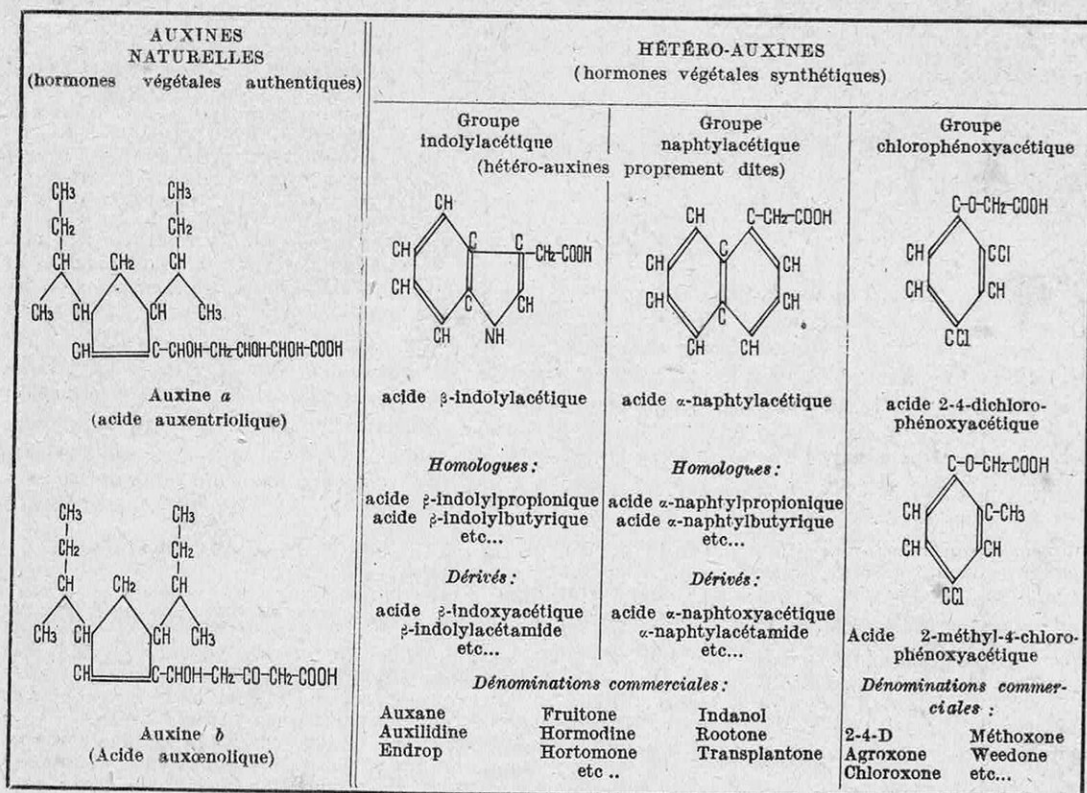

FIG. 1. — LES PRINCIPALES HORMONES VÉGÉTALES ET LEUR CONSTITUTION CHIMIQUE
fois de l'huile brute de maïs, mais on les a ensuite isolées de nombreux autres produits végétaux, ainsi que de moisissures et de levures. On connaît une auxine a et une auxine b, qui ont été identifiées respectivement avec l'acide auxantrolique et avec l'acide auxanoloïque (fig. 1). Le premier est un acide-tri-alcool, le second un acide-cétone-alcool, renfermant tous deux un cycle pentagonal et possédant au total 18 atomes de carbone.
(1) Voir *Science et Vie*, n° 320, avril 1944, p. 142, figure 1.
L'hétéro-auxine n'est en effet autre que l'acide β -indolylacétique (fig. 1), corps bien connu et apparenté au *tryptophane* (un des principaux acides aminés). C'est donc de ce côté, plutôt que de celui des auxines authentiques, que se sont orientées les recherches en vue d'une application pratique des auxines à la stimulation végétale.
En Angleterre, ce sont les chercheurs des Imperial Chemical Industries, en liaison avec ceux de la station de recherches agricoles de Jealott's Hill, qui ont préparé en 1940 l'acide 2-méthyl-4-chlorophénoxyacétique ou « méthoxone », et établi ses extraordinaires propriétés stimulantes. En Amérique, c'est à Franklin D. Jones que revient le mérite d'avoir découvert les propriétés auxiniques de l'acide 2-4-dichlorophénoxyacétique, dit par abréviation « 2-4-D », dont la synthèse venait d'être réalisée en 1941 par Pokorny. La comparaison de leurs formules montre clairement la parenté chimique qui unit méthoxone et 2-4-D (fig. 1).